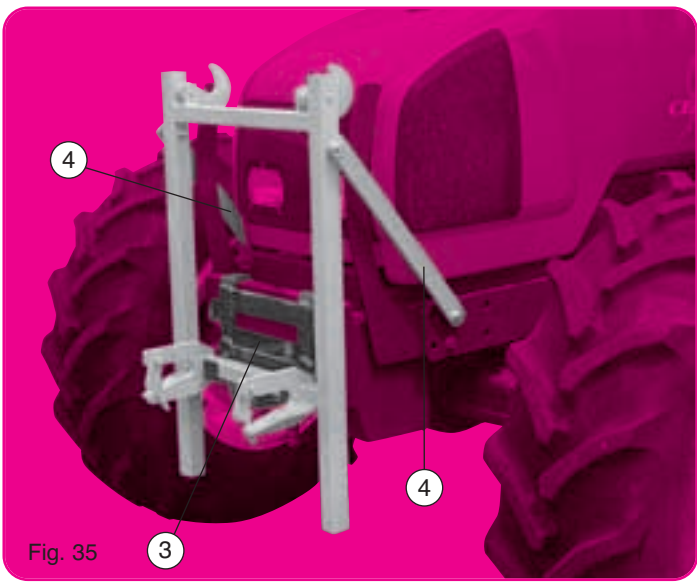
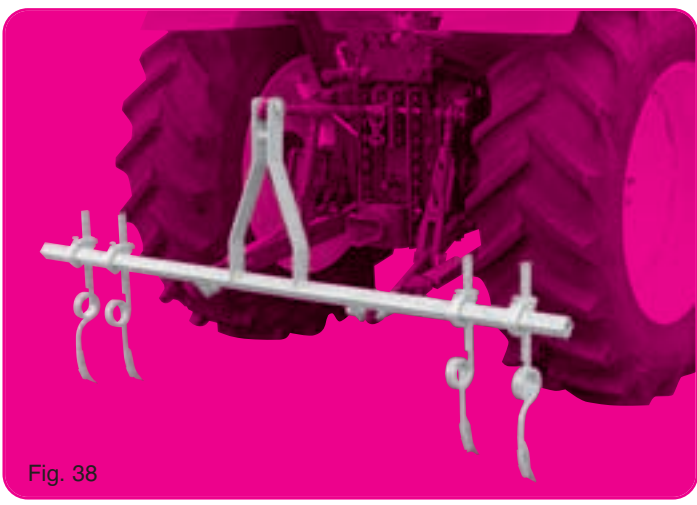

Fig. 35
Fig. 38
Seules les bineuses "F" et "V" peuvent être adaptées sur ce type de relevage. Montages possibles, 4 rangs maïs, 6 rangs betterave rigide (barre porte-outils 4,50 m maximum). L'équipement frontal se compose d'un bloc porte vérin avec bielle ❶ et 2 bras de poussée ❷, d'un cadre d'attelage automatique Fig 35 et d'un effaceur de traces de tracteur Fig 38. Prévoir une pièce d'appui en ❸ avec fixation au niveau de la chape du tracteur. Prévoir également de chaque côté 1 ou 2 tirants stabilisateurs ❹.
Only the "F" and "V" versions can be assembled on such a tractor. The possible assemblies : 4-row SCD rigid cultivator for maize, 6-row rigid model for sugarbeet (maximum of 4,50 m bar). The equipment consists of hydraulic frame with rod ❶ and 2 lift arms ❷, an automatic hitch frame Fig. 35 and tractor track eradicators Fig. 38. A support part in ❸ with fixation on the tractor fork should be envisaged. Also required, would be 1 or 2 stabilizing tie-rods on either side ❹.
Nur die Hackmaschinen "F" und "V" können an diesem Hubtyp angebracht werden. Die möglichen Montagen : 4-reihige Hackmaschine Mais, 6-reihige starr (Werkzeugschiene 4,50 m max.). Für diese Hackmaschine wird eine separate Fronthydraulik geliefert. Diese besteht aus einem Hydraulikrahmen mit Hydraulikzylinder ❶ und 2 Schubarmen ❷, einem automatischen Anbaurahmen Abb. 35 sowie einem Schlepperspurlockerer Abb. 38. Es ist empfehlenswert, diesen automatischen Anbaurahmen zu verwenden, damit die Hackmaschine schnell an- und abgebaut werden kann ❸. Verwenden Sie für den automatischen Anbaurahmen 1 oder 2 Stabilisierungsstreben ❹.
Le versioni "F" e "V" possono montarsi su questo tipo di rialzo. I montaggi possibili : 4 file mais, 6 file barbabietola rigido (barra portaattrezzi 4,50 m mass.). L'attrezzatura frontale consta di un blocco portacilindro con biella ❶ e 2 bracci di spinta ❷, di un telaio di attacco automatico Fig. 35 e di un cancellatracce di trattore Fig. 38. Prevedere un pezzo di appoggio in ❸ con fissaggio al livello della flangia del trattore. Prevedere anche 1 o 2 tiranti stabilizzatori ❹ a ciascun lato.